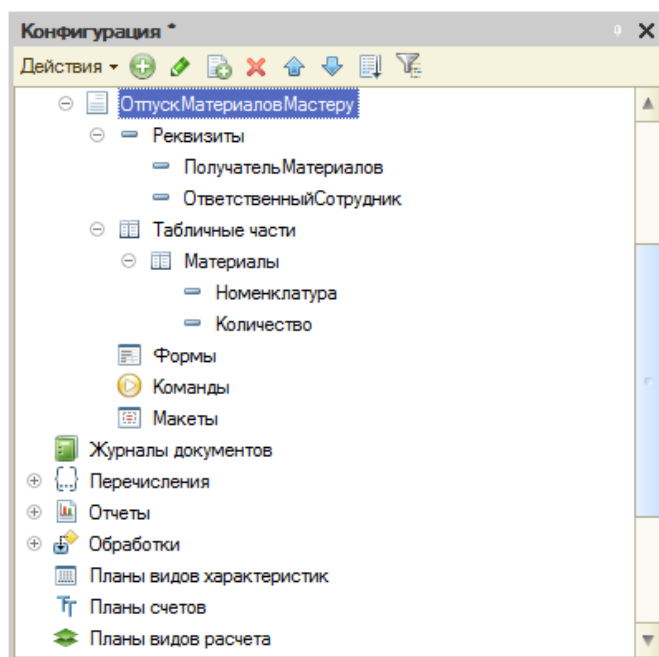

Рисунок 11.10 - Создание документа ОтпускМатериаловМастеру
12. Сейчас займемся еще одним документом, который, являясь, по составу реквизитов и по особенностям устройства формы, очень похожим на документ **ПоступлениеМатериалов**, выполняет противоположную ему функцию – а именно – отвечает за списание материалов. В нашей системе материалы выбывают при передаче их в производство. Мы вполне можем создать новый документ копированием предыдущего и изменением некоторых его реквизитов. Так и поступим. Скопируем документ и приведем состав его реквизитов к показанному на Рисунок 11.10.